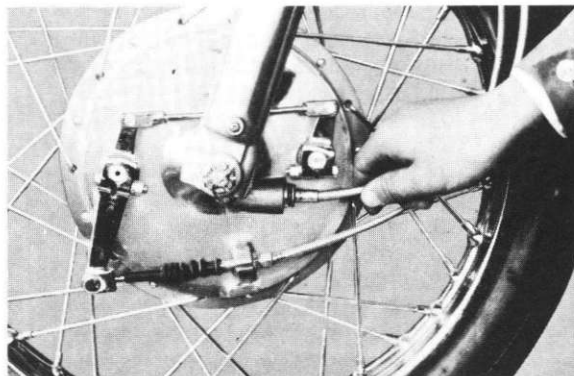

Fig. 5-1-3
- 2) Disconnect the brake cable and speedometer cable from the front shoe plate. (Figs. 5-1-3, 4 and 5)
- 2) Décrochez le câble de frein et le câble du compteur de vitesse du flasque de segments de frein avant. (Figs. 5-1-3, 4 et 5)
- 2) Bremskabel und Tachometerkabel von der Bremsbüchse lösen (Abb. 5-1-3, 4 und 5)